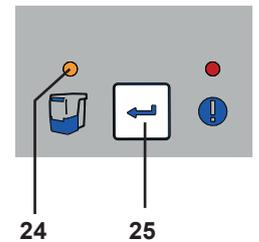

图 11
**如果集尘盒没有被清空，集尘盒灯会一直亮着（24，图11）。当机器开机/关机时，出现声讯信号提醒你需清空集尘盒。**